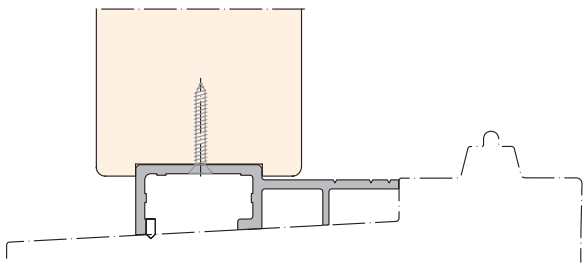
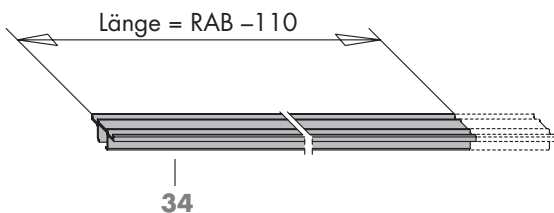

Bild 3
Bild 5
- Aufsatzschiene HH0132-06 (33) anschrauben (Bild 3 und 4).
- Abdeckkappe (28) in Aufsatzschiene HH0132-06 (33) eindrücken und versiegeln.
- C** Einbau der Führungsschiene KH0130-01 (34).
- Führungsschiene KH0130-01 (34) ablängen (Bild 5).